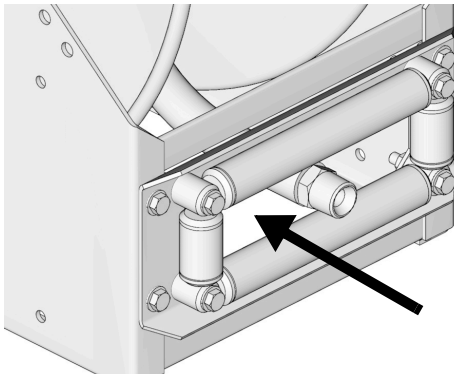

FIG. 15
- Faire passer l'extrémité libre du flexible entre les rouleaux et enrouler manuellement le flexible autour de l'enrouleur (FIG. 15).